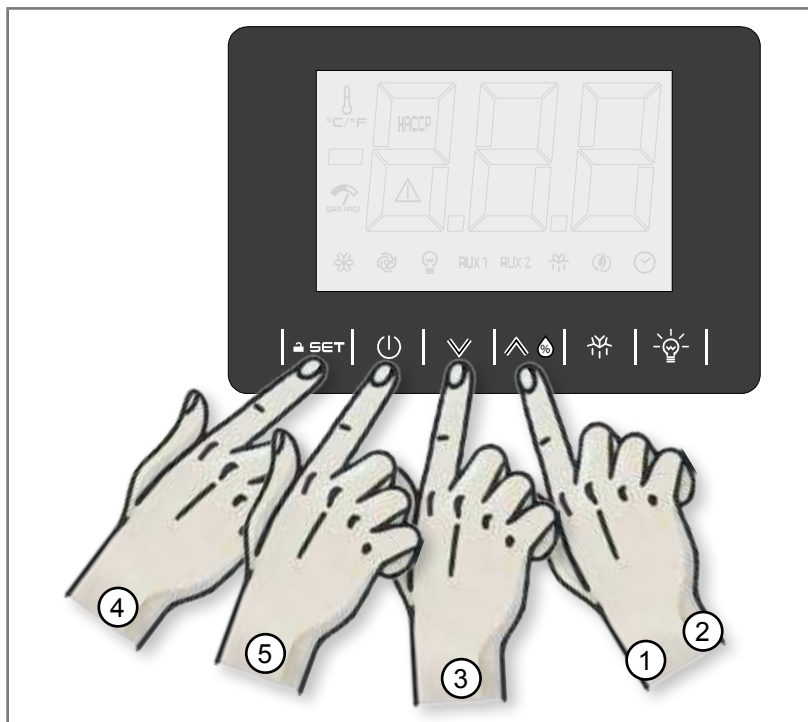

Abb. 5.9 Feuchtigkeit
ON (1 – Abb. 5.9)
2. Drücken Sie die Taste OFF (2 – Abb. 5.9) oder die Taste W (3 – Abb. 5.9) vor 15 Sekunden
3. Tippen Sie 2 Sekunden lang die Taste F (4 – Abb. 5.9), um die gewählte Feuchtigkeit zu
4. Drücken Sie die Taste ON (5 – Abb. 5.9) oder die Taste W (6 – Abb. 5.9) für 60 Sekunden lang